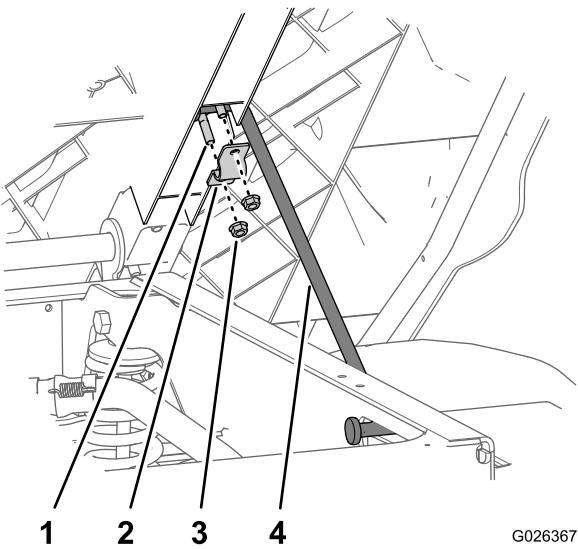

Figura 2
4. Remova os 2 parafusos de carroçaria (5/16 x 5 pol.) e as 2 porcas dentadas (5/16 pol.) que fixam o suporte do ponto de apoio e a barra de apoio para a caixa (Figura 2).